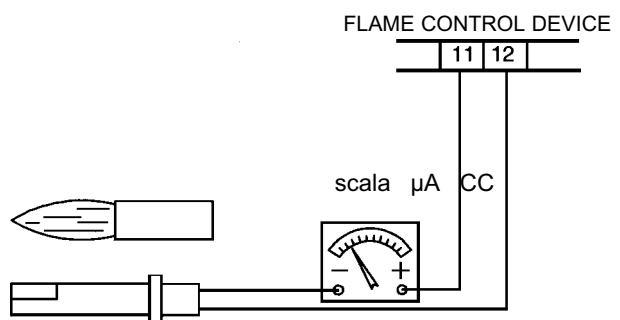

Fig. 10
- Examinați și curățați cu grijă detectorul fotoelectric de flăcără și înlocuiți-l dacă este necesar. În caz de dubiu, porniți arzătorul și verificați circuitul de detecție urmând procedura dată în fig. 10.
Pentru a măsura curentul de detecție urmați schema din fig. 10. Dacă semnalul nu se află în domeniul prescris, verificați contactele electrice, curățenia capului de ardere și poziția corectă a celulei fotoelectrice; dacă este cazul, înlocuiți-o.